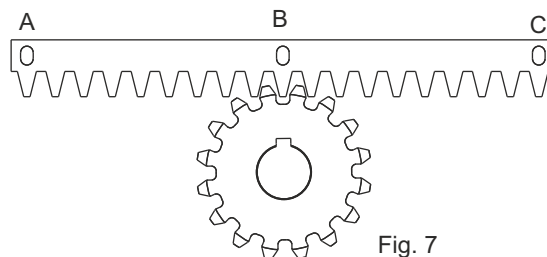
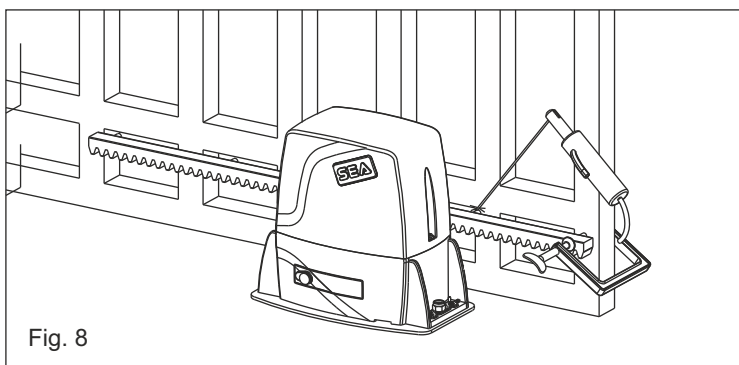

Fig. 7
Fig. 8
5.3. Apoyar el elemento de cremallera al piñón dentado del motoreductor en modo que resulte paralela la guía a nivel del suelo de la cancela y posicionandolo como en Fig. 7 y puntar con electrosoldadura la lengüeta central B a la estructura de la cancela (Fig. 8).